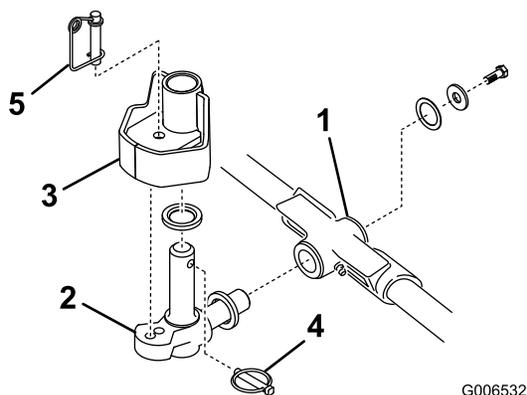

Figure 17
1. Montez une rondelle de butée sur l'axe horizontal du pivot comme illustré à la Figure 17.
2. Insérez l'axe horizontal du pivot dans le tube de montage du bâti porteur (Figure 17).
3. Fixez le pivot au bâti porteur avec une rondelle de butée, une rondelle plate et une vis à embase (Figure 17).
4. Insérez une rondelle de butée sur l'axe vertical du pivot (Figure 17).
5. S'il a été déposé, insérez l'axe vertical du pivot dans le moyeu de pivot du bras de relevage (Figure 17). Guidez le pivot en position, entre les deux amortisseurs de centrage en caoutchouc, dans le dessous de la plaque de direction du bras de relevage.
6. Insérez la goupille à anneau dans le trou transversal de l'axe de pivot (Figure 17).
**Remarque:** Si une position de plateau de coupe fixe est requise, insérez la goupille de blocage de direction dans le trou de fixation du pivot (Figure 17).
11. Accrochez le ressort autour du bas de la goupille de blocage de direction (Figure 17).